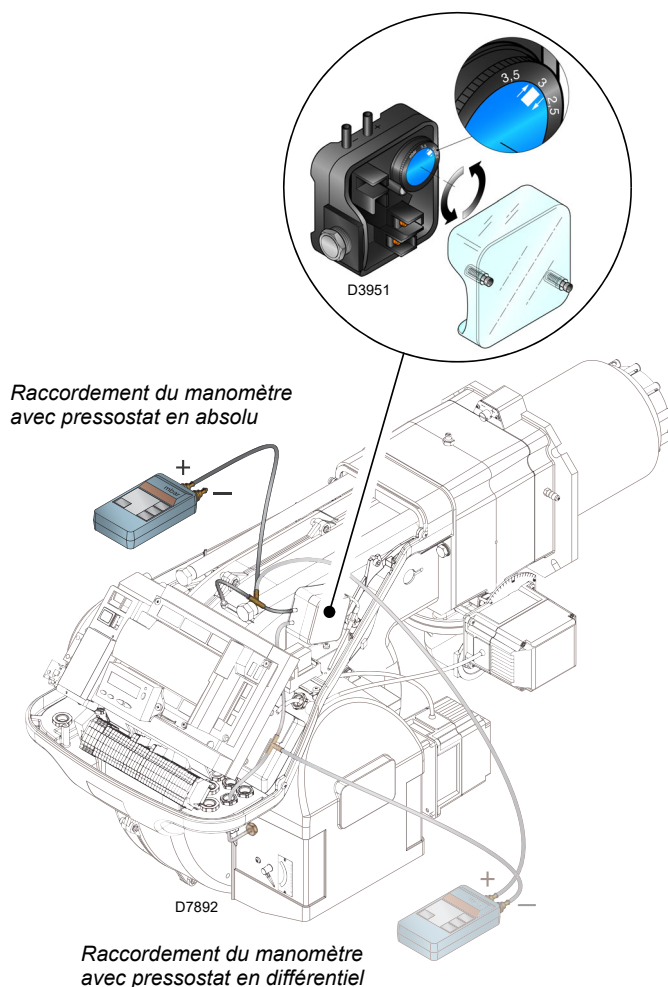

Fig. 29
- Régler le pressostat air (Fig. 29 à la page 35) au début de la graduation.
Régler le pressostat air (Fig. 29) après tous les autres réglages du brûleur avec le pressostat à air réglé au début d'échelle.
L'encombrement du brûleur est indiqué dans la Fig. 29. La configuration standard est celle du pressostat de l'air raccordé en absolu. A remarquer la présence d'un raccordement en «T» non fourni.
Dans certaines applications en fortes dépressions, le raccordement du pressostat ne lui permet pas de commuter. Dans ce cas il est nécessaire de raccorder le pressostat dans le mode différentiel, en appliquant un deuxième petit tuyau entre pressostat air et bouche d'aspiration du ventilateur. Dans ce cas il faut également connecter en mode différentiel le manomètre, comme indiqué sur la Fig. 29.